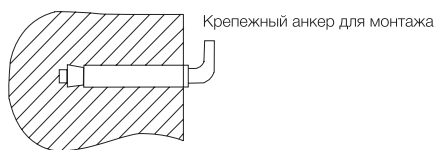

Рис. 2
2. После выбора места монтажа определите места под два крепежных болта с крюками (опция). Прodelайте в стене два отверстия необходимой глубины с помощью сверла размером, соответствующим размеру крепежных болтов, вставьте винты, поверните крюк вверх, плотно затяните гайки, а затем установите на него электрический водонагреватель (см. рис. 2).